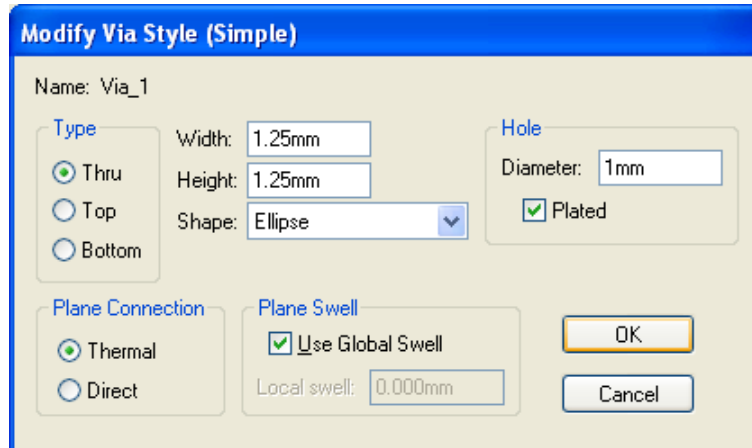

Рисунок 3.8 - Окно **Modify Via Style (Simple)**
- В окне **Modify Via Style (Simple)** в области **Type** следует указать **Thru** (сквозное). В области **Hole** задать **Diameter 1,0** мм. В полях **Width** и **Height** записать **1,25** мм. В поле **Shape** выбрать **Ellipse** (рис. 3.8). Нажать **OK**.